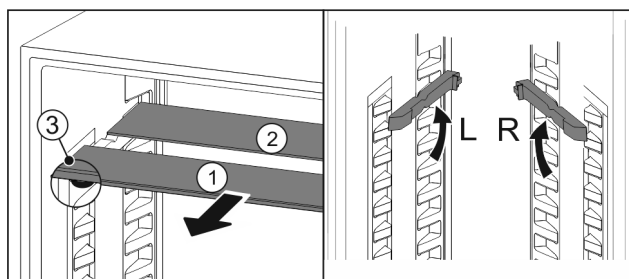

Fig. 27
- ▶ Skleněné desky jednotlivě vytáhněte dopředu Fig. 27 (1).
- ▷ Skleněná deska Fig. 27 (1) s ozdobnou lištou leží vpředu.
- ▷ Zarážky Fig. 27 (3) směřují dolů.